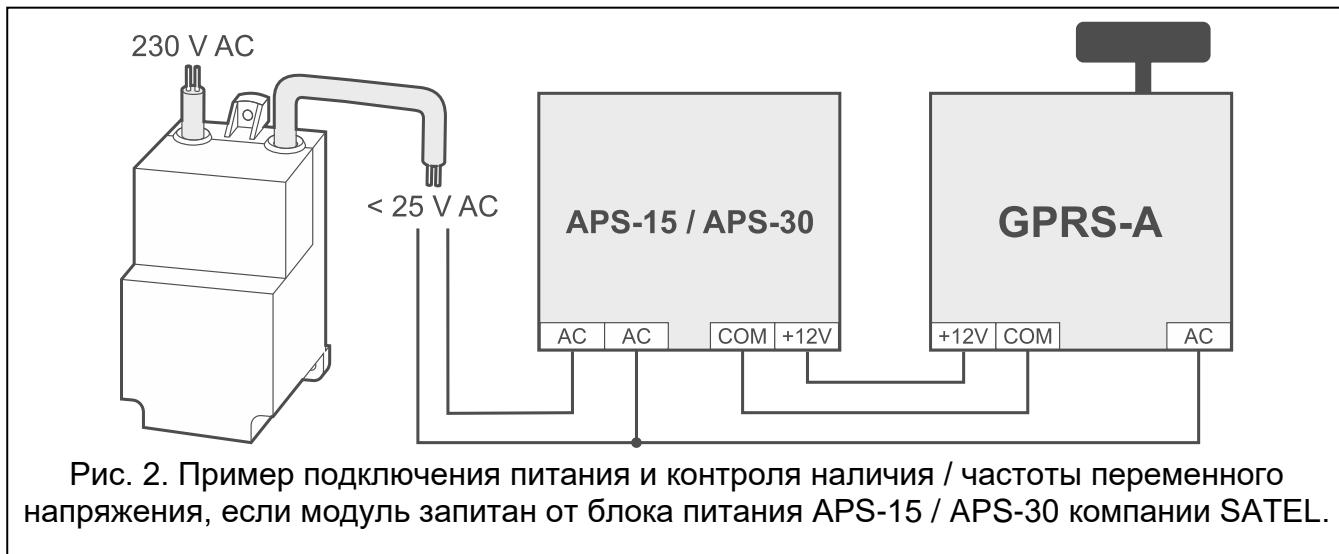

Рис. 2. Пример подключения питания и контроля наличия / частоты переменного напряжения, если модуль запитан от блока питания APS-15 / APS-30 компании SATEL.
2. Если модуль питается от блока питания APS-15 или APS-30 компании SATEL, к клемме входа AC можно подключить провод вторичной обмотки трансформатора, который подает переменное напряжение на блок питания (рис. 2). Это позволит модулю GPRS-A контролировать наличие переменного напряжения или измерять его частоту.